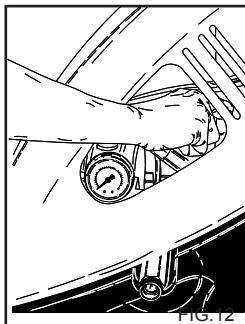

FIG.12
O dispositivo regulador de pressão, fig. 12, permite regular a pressão de trabalho. Rodando o manípulo C no sentido inverso ao dos ponteiros do relógio (B) (mínimo) obtém-se uma redução da pressão de funcionamento.